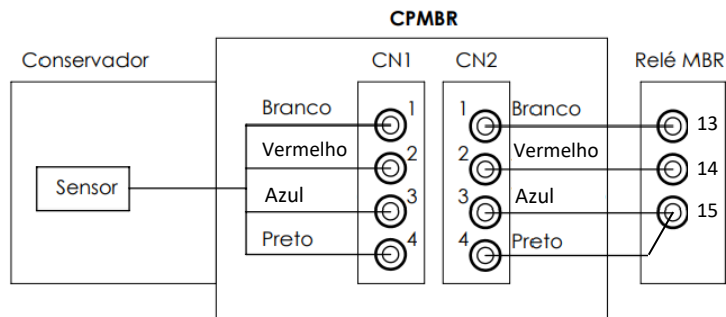

Figura 25 – Diagrama de ligação
5. Decape cerca de 4 mm de cada uma das 4 vias do cabo. Depois, efetue as conexões elétricas seguindo o diagrama apresentado na Figura 25. Os bornes de conexão são de ação por mola, ou seja, basta introduzir a parte condutora nos seus terminais. Assim, utilizar terminais do tipo agulha é opcional;